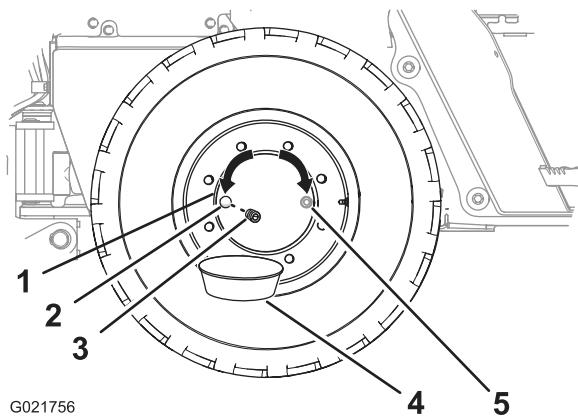

Рисунок 84
- Переместите машину вперед или назад так, чтобы пробка ступицы колеса находилась в положении на «3 часа» или «9 часов» (Рисунок 84).
- Подставьте сливной поддон под сливное отверстие ступицы колеса (Рисунок 84).
- Отверните пробку ступицы колеса (Рисунок 84).
- Убедитесь в том, что масло находится на уровне нижней части резьбы маслозаливного отверстия (Рисунок 84).
- Заверните пробку в маслозаливное отверстие ступицы колеса (Рисунок 84).